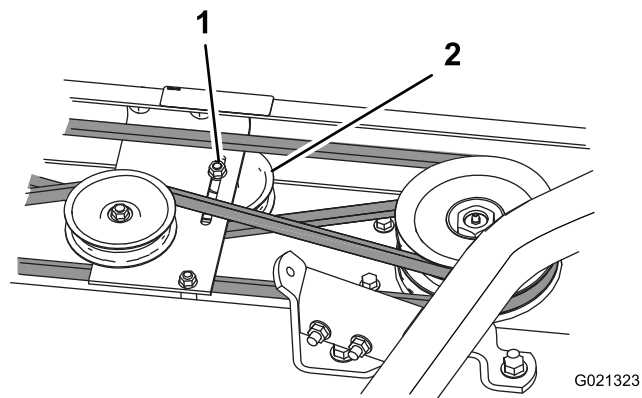

図 24
3. アイドラプーリをゆるめてベルトのテンションをなくす [図 24]。
4. ギアボックスを固定しているキャリッジボルト、ロックワッシャ、ナットを外す。ギアボックスを持ち上げて外し、デッキの上に置く [図 24]。
7. アイドラプーリをベルトに押し付けてベルトに張りを与え、その状態でアイドラプーリのフランジナットを締め付ける [図 24]。